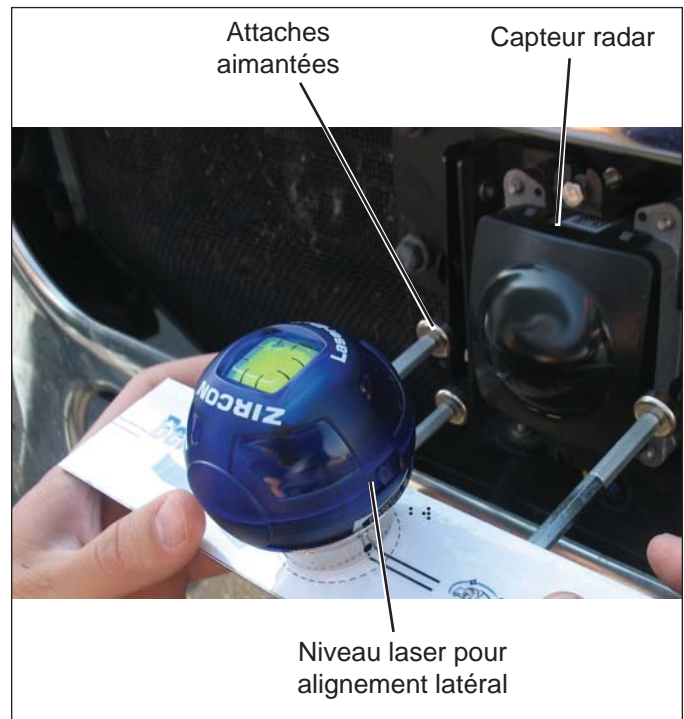

FIGURE 27 – FIXATION DE L'OUTIL D'ALIGNEMENT
3. Posez l'outil d'alignement au-dessus du capteur radar, à cheval sur celui-ci. Placez l'outil d'alignement contre le support/l'ensemble capteur radar à l'aide de ses attaches aimantées. Cf. Figures 27 et 28.
3. Posez l'outil d'alignement au-dessus du capteur radar, à cheval sur celui-ci. Posez l'outil d'alignement contre le support/l'ensemble capteur radar avec ses attaches aimantées. Cf. Figures 27 et 28.